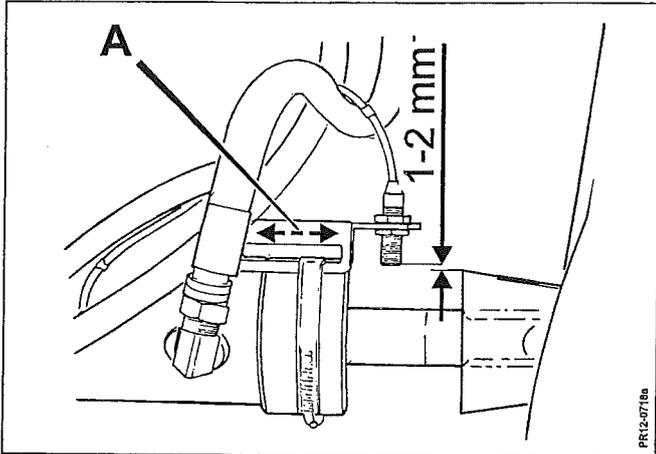

Fig. 5-33
- Fig. 5-33** Induktiv føler på båndcylinder (mærket med nr. 1 på ledningen) justeres ind mod hjørnet af stempelstangsbeslaget, (**når stemplet er helt inde**). Det vil være nødvendigt at justere føleren horisontalt i både x- og y- retning (d.v.s. skrue føleren ud eller ind i følerholderen, samt skyde følerholderen frem eller tilbage på cylinderen, vist ved **A**) til diodelampen lige akkurat lyser. Herefter justeres føleren endnu 0,3-0,5 mm frem på cylinderen for at sikre at føleren altid lukker ventilen et split sekund før cylinderen er i bund/ bånd er til venstre.